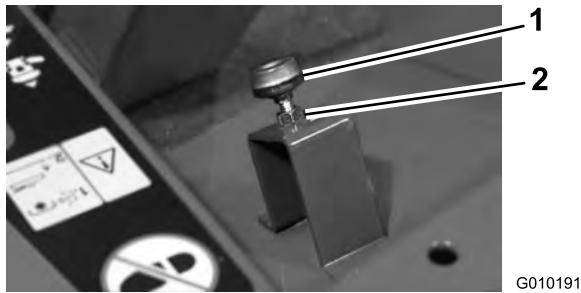

Figure 68
- Enfoncez la pédale de déplacement sur toute sa course (Figure 68). Les écrous de blocage doivent être desserrés et la butée doit être abaissée pour obtenir la course maximale de la pédale.
3. Relâchez la pédale de déplacement et ajustez la butée d'un demi à un tour supplémentaire pour que la pédale rencontre la butée juste avant d'arriver en bout de course (Figure 68).